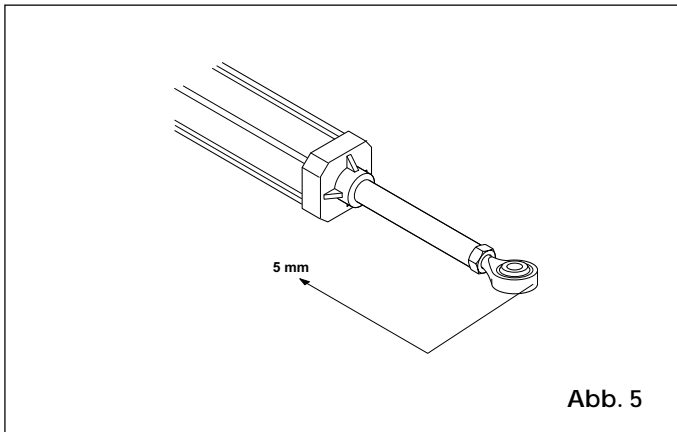

Abb. 5
- 5) Kolbenstange bis zum Anschlag ausfahren und um ca. 5 mm wieder einfahren (Abb. 5).